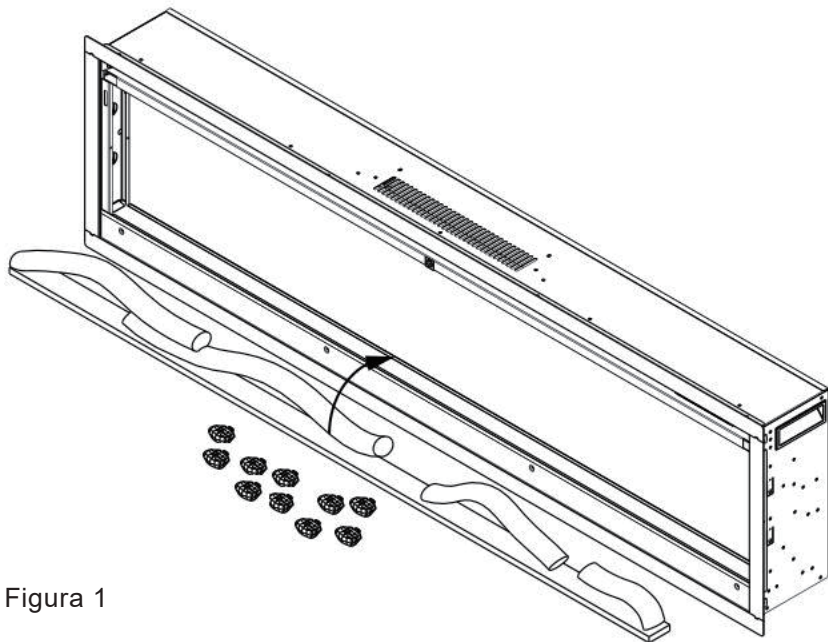

Figura 1
* Si su chimenea viene con un juego de troncos, sáquelo del paquete y colóquelo en el lugar previsto para la chimenea. Figura 1
* A continuación, coloque las brasas de vidrio con cuidado en la bandeja inferior situada en la parte frontal del aparato, tal y como se muestra en la ilustración. Aplique una capa uniforme de lado a lado. Figura 1